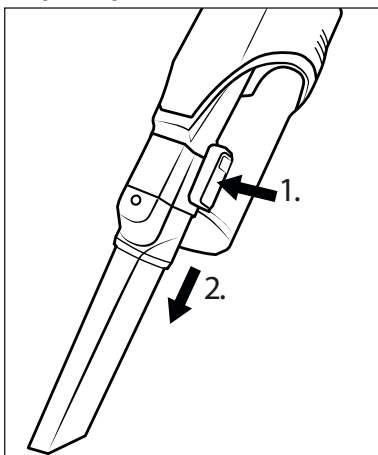

Abb. 15
- ♦ Zum Entfernen des Zubehörs, halten Sie die Entriegelungstaste am Zubehör gedrückt und ziehen Sie dann das Zubehör vom Saugrohr **24** oder von der Saugöffnung des Gerätes ab (siehe Abb. 15).